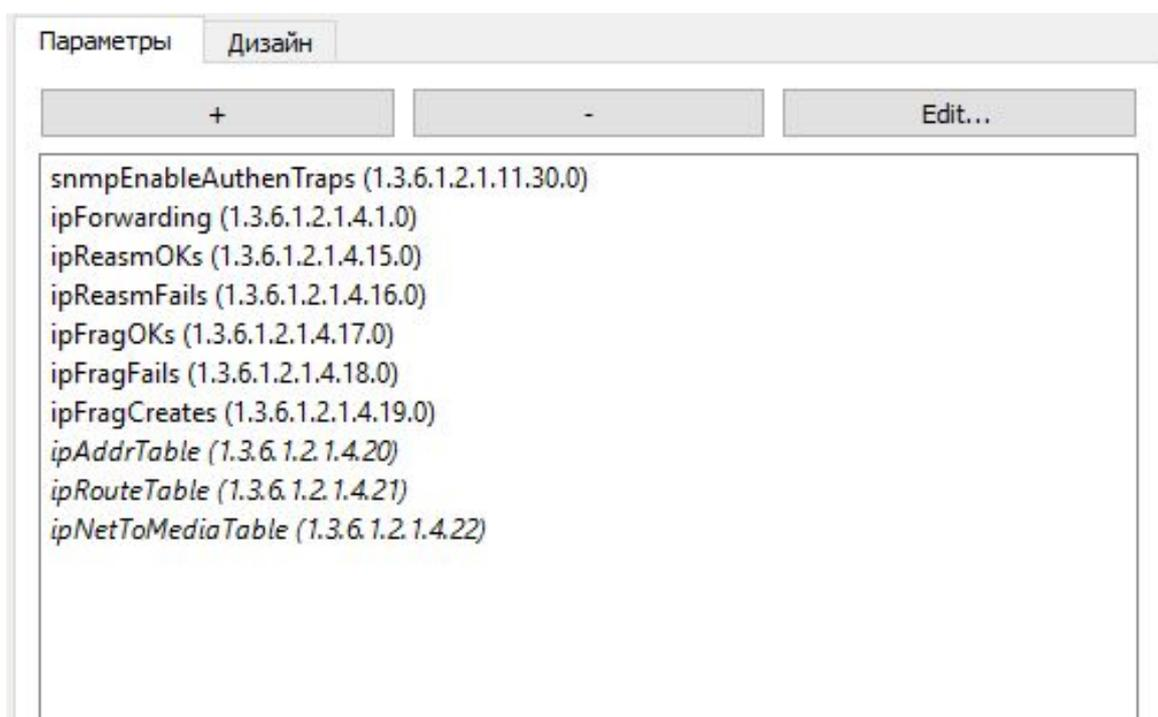

Рис. 92
6.8.3.6. Все добавленные параметры отображаются в порядке добавления во вкладке "Параметры", как показано рис. 92.
6.8.4.1. При отсутствии MIB файла для оборудования, его неполноте, некорректности или в других случаях, когда MIB файл невозможно использовать, список параметров может быть создан или дополнен вручную при использовании кнопки "+" во вкладке "Параметры" (рис. 92).